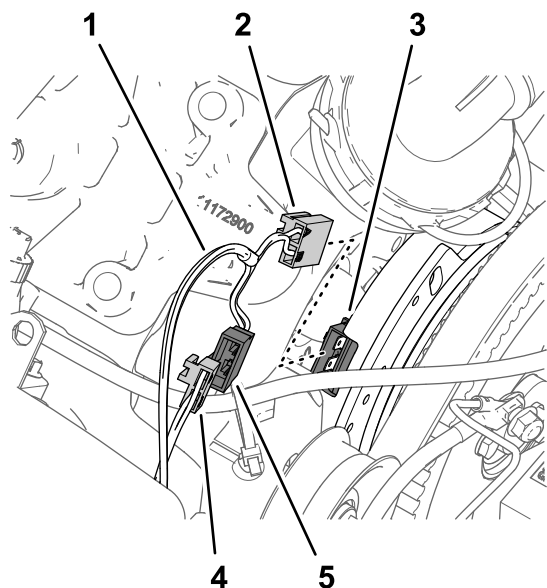

Figure 167
2. Branchez le connecteur à 2 broches de la branche de 84 cm du faisceau du kit étiquetée PUMP CLUTCH au connecteur à 2 douilles du faisceau de la machine étiqueté SPRAY PUMP COIL (Figure 167).
3. Branchez le connecteur à 2 douilles du faisceau du kit étiqueté PUMP CLUTCH au connecteur à 2 broches de l'alternateur (Figure 167).